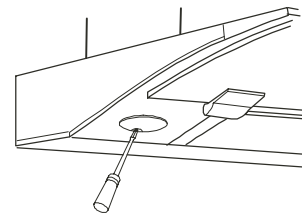

Рис. 6
- 1 Стекло лампы удалить с помощью небольшой отвертки (см. рис. 6).